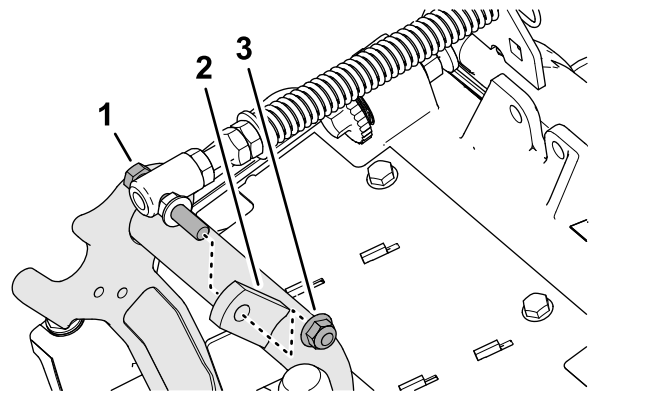

Figura 8
3. Retire a porca de bloqueio flangeada (3/8 pol.) que fixa o parafuso da mola de compensação da relva à aba direita da estrutura de suporte, e retire a mola de compensação da unidade de corte (Figura 8).